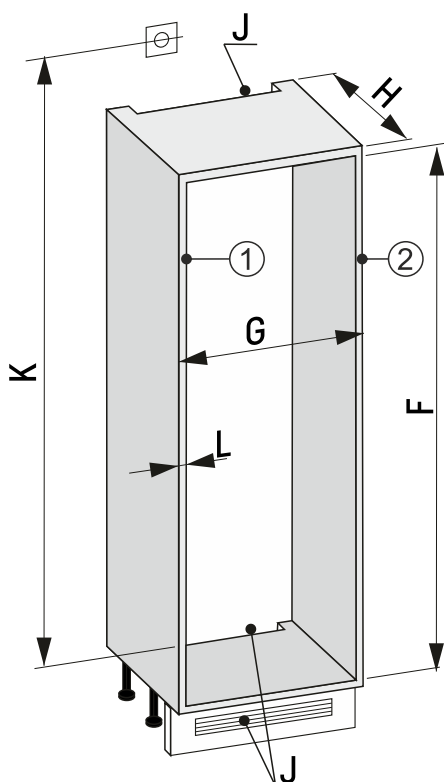

Fig. 91 Výklenek 30"
- Změřte tloušťku stěny nábytku Fig. 91 (L).